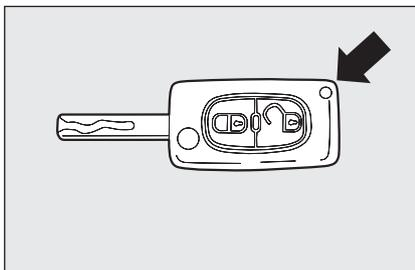
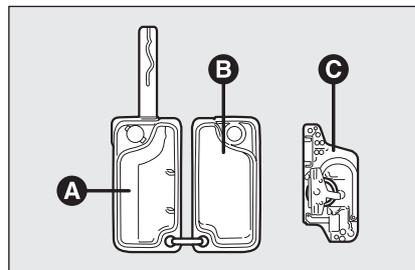

fig. 5
fig. 6
- separare i due gusci **A** e **B**-fig. 6, facendo leva nel punto indicato dalla freccia in fig. 5;
- estrarre e sostituire la pila **C**-fig. 6;